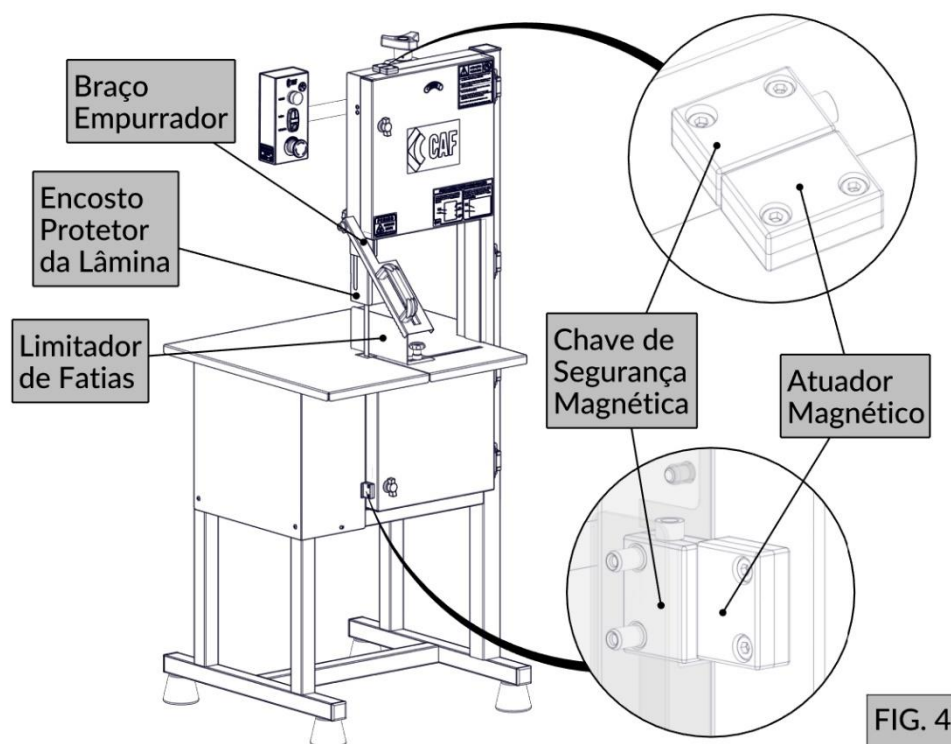

FIG. 4
- Encosto protetor da lâmina (FIG. 4): Canaleta regulável e deslizante que envolve o perímetro da lâmina da serra na região do corte, liberando apenas a área mínima da fita serrilhada necessária para a operação.
- Braço empurrador (FIG. 4): Componente com movimento pendular em relação à lâmina, utilizado para guiar e empurrar a carne, além de impedir o acesso das mãos à área de corte.
- Limitador de fatias (FIG. 4): Localizado na mesa fixa da serra, é uma guia regulável, paralela à lâmina, usada para limitar a espessura do corte da carne.
- Sensor magnético (FIG. 4): Impede que a máquina seja ligada com a tampa aberta.